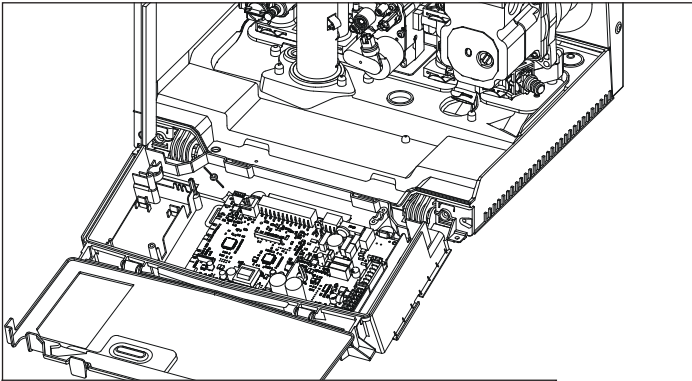

Figure 68 - Raccordements 120 V pour les circulateurs d'ECS et de chauffage central
3. Raccordez les fils du thermostat d'ambiance aux bornes indiquées dans le tableau 18 et à la figure 68.